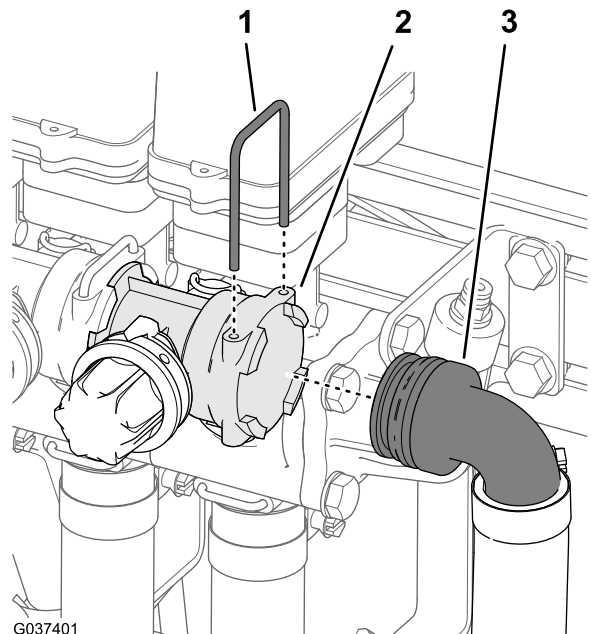

Рисунок 29
3. Сохраните держатель, который крепит прямоугольный шланговый штуцер к концу перепускного клапана, относящегося к клапану правого сегмента стрелы (Рисунок 29).
- Снимите прямоугольный шланговый штуцер с перепускного клапана (Рисунок 29).